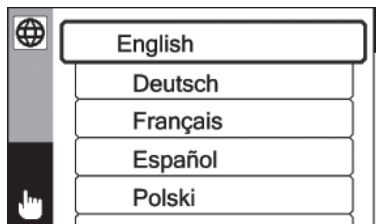

Fig. 13: Langue
- Langue de l'interface utilisateur² (fig. 13)